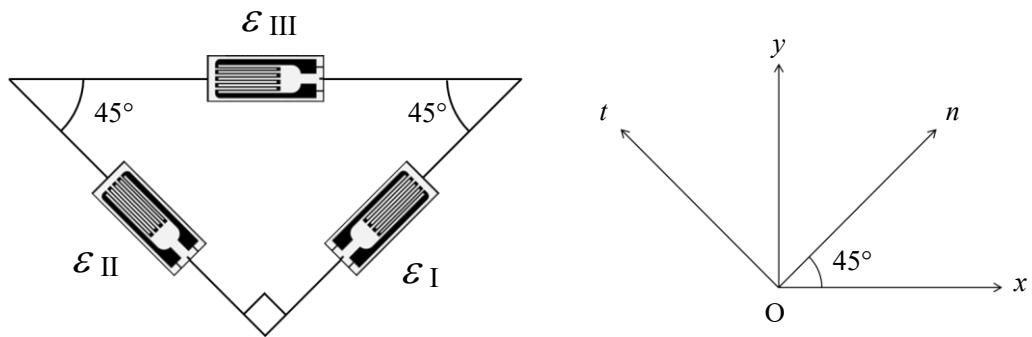

Fig. 2 3軸ひずみゲージ。
- [2] 板厚が十分に薄い弾性体表面のある点での応力状態を求めるため、図2に示すような角度でひずみゲージを貼り付けた。なお、 $\varepsilon_1$ は $n$ 軸方向である。ひずみゲージから測定したひずみの値は $\varepsilon_1=356\mu$ ,  $\varepsilon_{II}=156\mu$ ,  $\varepsilon_{III}=156\mu(\mu=1.0\times10^{-6})$ であった。この弾性体の縦弾性係数 $E$ 、ポアソン比 $\nu$ をそれぞれ、 $E=182[\text{GPa}]$ ,  $\nu=0.3$ とし、以下の間に答えよ。ただし、 $\sqrt{2}=1.41$ ,  $\sqrt{3}=1.73$ とする。回転方向は反時計回りを正とし、有効数字3桁で解答せよ。また、解答にあたっては単位をつけよ。